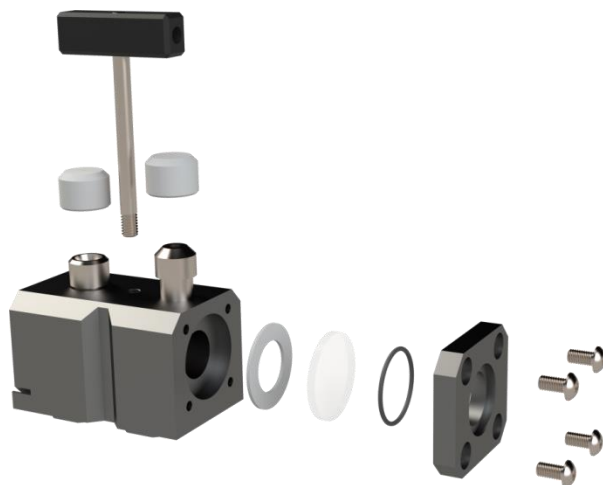

Рисунок 5
**ВНИМАНИЕ! НЕ ДОПУСКАЕТСЯ ОЧИСТКА КЮВЕТЫ И ОПТИЧЕСКИХ ЭЛЕМЕНТОВ ПРИБОРА ВОДОЙ!** Сборка/разборка кюветы для проведения периодической чистки выполняется по схеме (Рисунок 5).